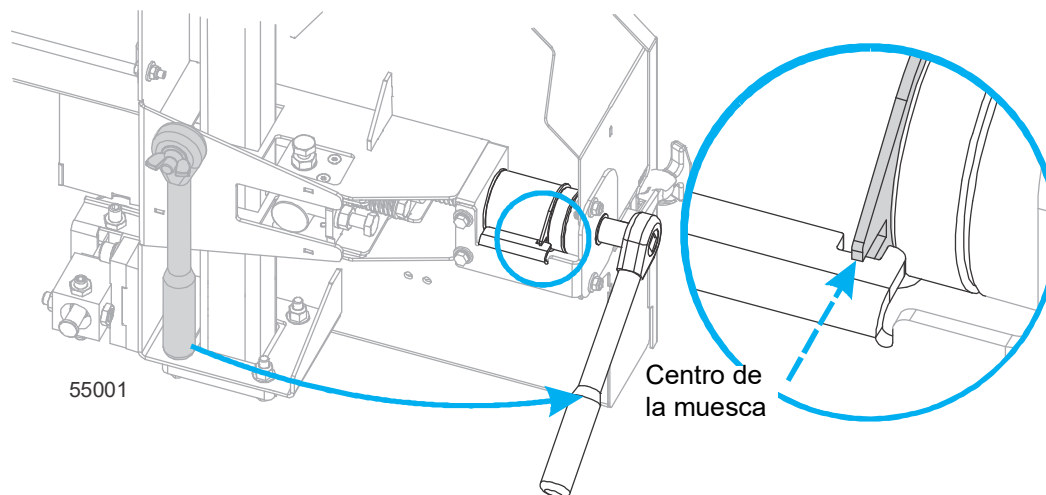

FIG. 4-1
1. Use la llave de carraca de ajuste de la tensión para colocar el indicador en el centro de la muesca. Ver recuadro de la Fig. 4-1.